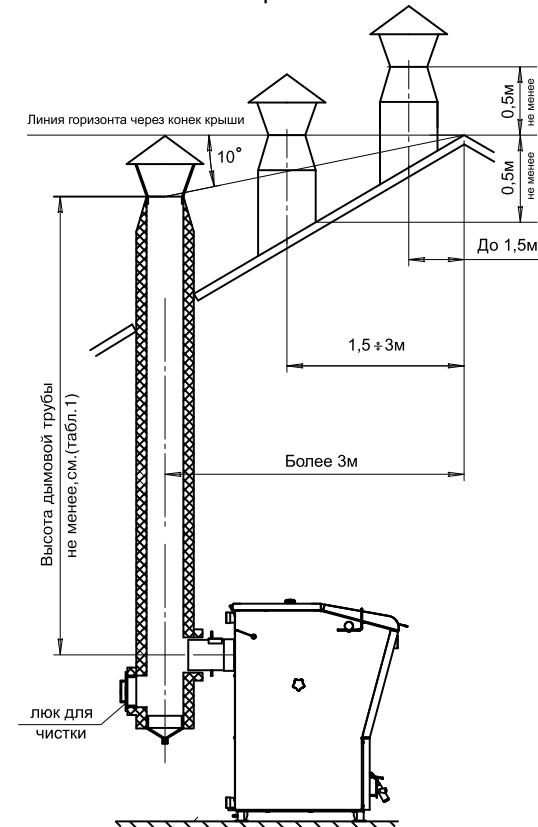

Рис.4 Варианты установки дымовой трубы
8.3. При наличии стука в системе (гидравлические удары по причине парообразования) – немедленно прекратить горение в топке и дать остыть воде до температуры 70°C , затем долить систему водой через кран (поз. 8 рис. 4) и вновь растопить котел.
8.4. В зимнее время, если потребуется прекратить топку на срок свыше шести часов, необходимо, во избежание замерзания, полностью освободить котел и систему отопления от воды, через сливные краны (поз. 8 рис. 4) или (поз.7 рис. 5).
Установка котла и монтаж дымовой трубы должны проводиться в соответствии со СНИП 41-01-2003 как показано на рис. 4.